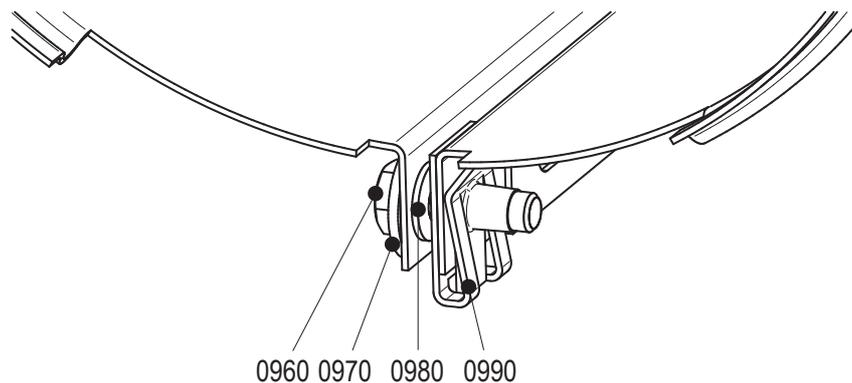

Figure 20: Installation de l'enveloppe.
- 1 Desserrez les boulons (0960). Voir figure 20.
- 3 Fermez l'enveloppe et posez un boulon (0960). Voir figure 20.
- 5 Fermez l'enveloppe et posez un boulon (0960). Voir figure 20.